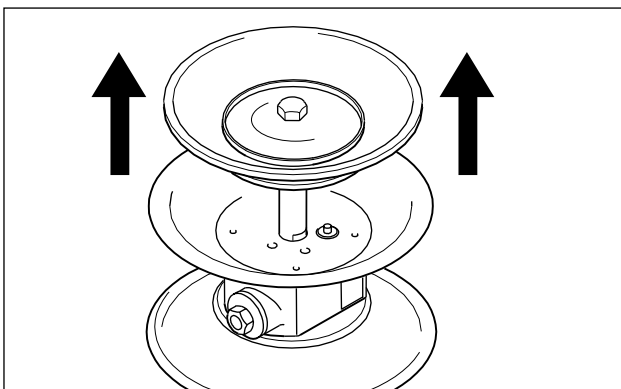

Abb. 11: Kolbenstange herausziehen.
- Kolbenstange mit zweiter Membran aus dem Mittelblock herausziehen und zweite Membran wie zuvor beschrieben demontieren (Abb. 11).
- Kolbenstange mit zweiter Membran aus dem Mittelblock herausziehen und zweite Membrane demontieren (Abb. 11).